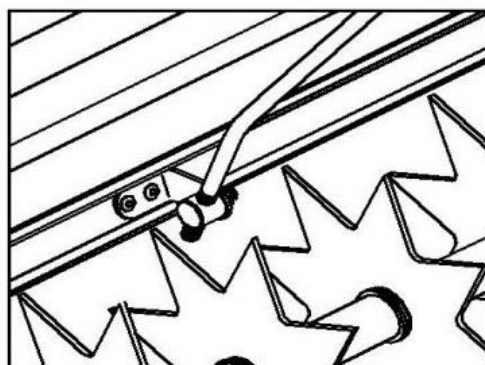

Rys. 8
2. Włożyć uchwyt zaczepu przez otwór w dolnej części dźwigni regulacji przepływu substancji, a następnie przykręcić śruby mocujące zaczep (rys. 8).